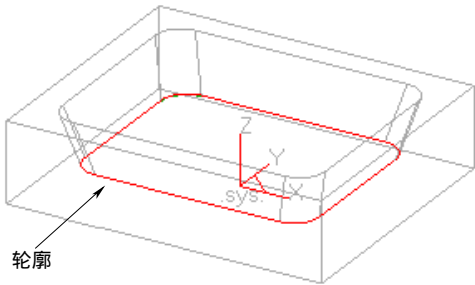

图 8-68 拾取的加工轮廓
8) 完成加工参数设置后，单击“确定”按钮，系统在界面的左下方提示“拾取轮廓”，拾取图 8-68 所示的轮廓曲线，系统继续提示“拾取岛屿”，单击鼠标右键结束拾取。